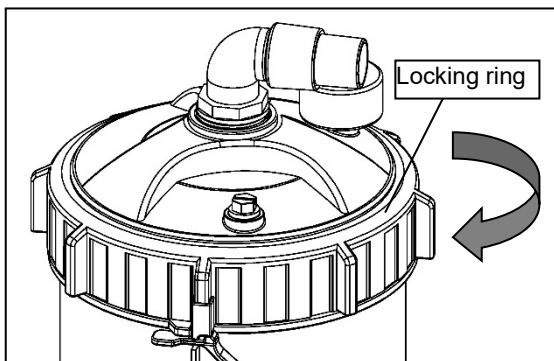

Bild 5 - Filtrets lock
1. Se till att spänningen till filtrets lock (Bild 5 - Locking ring) är åtdragen (åtdragning för hand räcker).
Filtreringen börjar genast när vattnet rinner genom filtret. Patronen samlar upp smuts från vattnet och smutsen som samlas i patronen bildar ett motstånd för det rinnande vattnet. Med tiden stiger tryckmätarens värde (Bild 5) och flödet minskar. När trycket stiger till 7-10 psi (0,4- 0,7 bar) över starttrycket eller flödet blir för litet ska filterpatronen rengöras eller bytas till en ny.